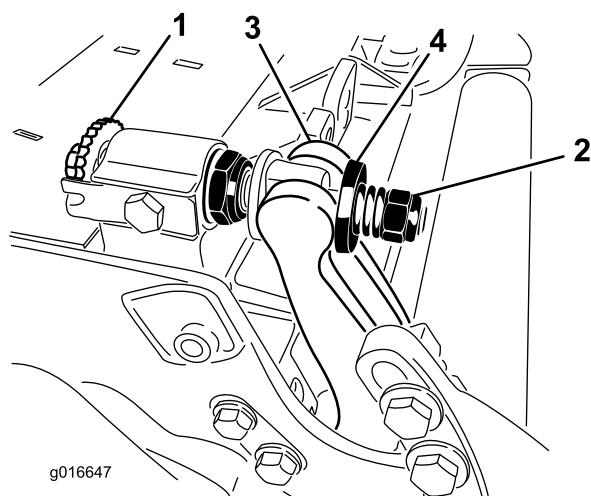

Figure 33
1. Tournez les vis de réglage de la barre d'appui dans le sens anti-horaire pour éloigner la contre-lame du cylindre (Figure 33).
2. Faites sortir l'écrou de tension du ressort jusqu'à ce que la rondelle ne soit plus tendue contre la barre d'appui (Figure 33).
2. Appliquez du produit antigrippage "Never Seize" à l'intérieur du logement des bagues sur le cadre central du plateau de coupe (Figure 33).